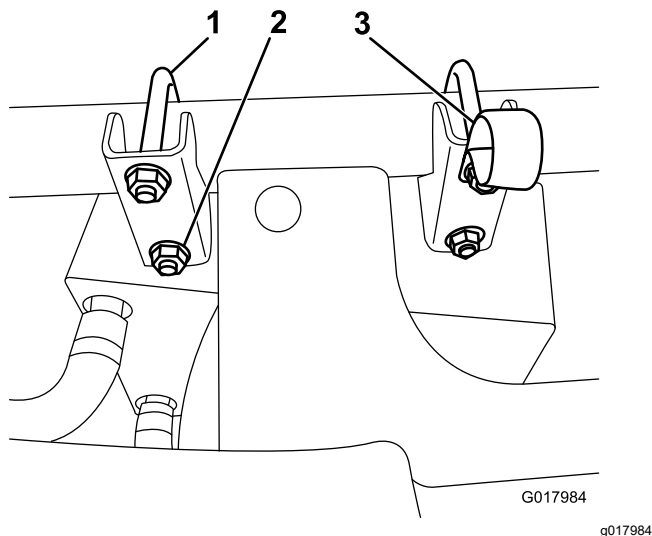

Figura 4
2. Fixe o aquecedor e o conjunto do suporte ao tubo da estrutura da frente utilizando as cavilhas em U e as porcas flangeadas (Figura 4).
3. Fixe o grampo em R debaixo da porca superior mais perto do centro da máquina (Figura 4).